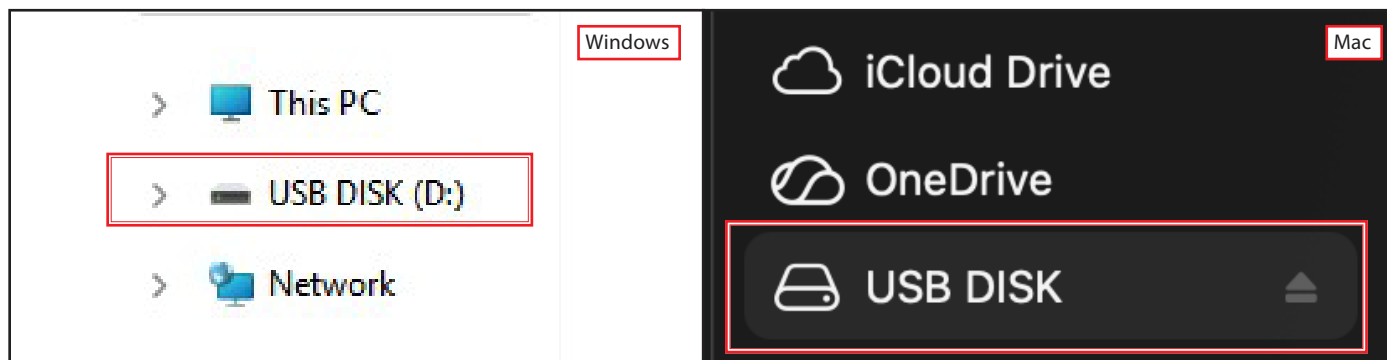

Fig. 9. Abra la memoria USB.
9. Abra la memoria USB. Consulte la fig. 9.